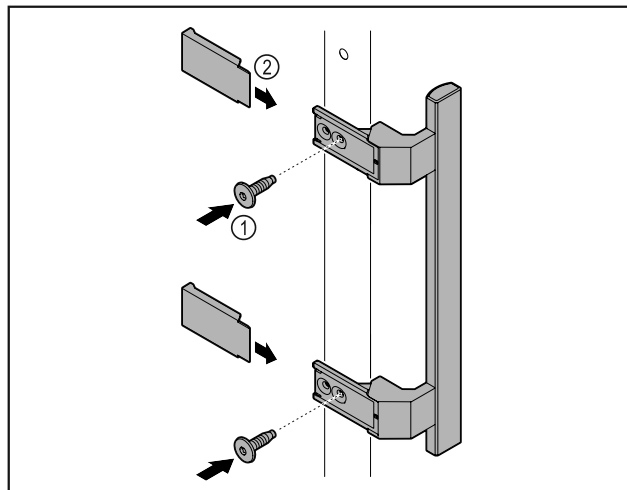

Fig. 2
- Fixer la poignée à la porte à l'aide des vis Fig. 2 (1) fournies.
- Poser les caches Fig. 2 (2).